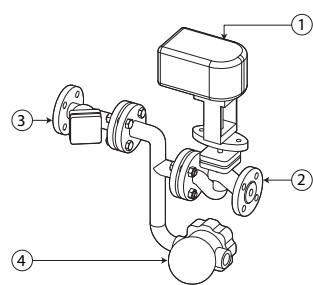

Fig. 4.n
- En cas de vannes de régulation avec raccords filetés, SAKV****U*, combinées à un kit optionnel, SAKR****U*, raccorder les adaptateurs à la vanne comme indiqué sur la figure 4.a.
- Raccorder l'actionneur SAKA***** ① à la vanne de régulation ②.